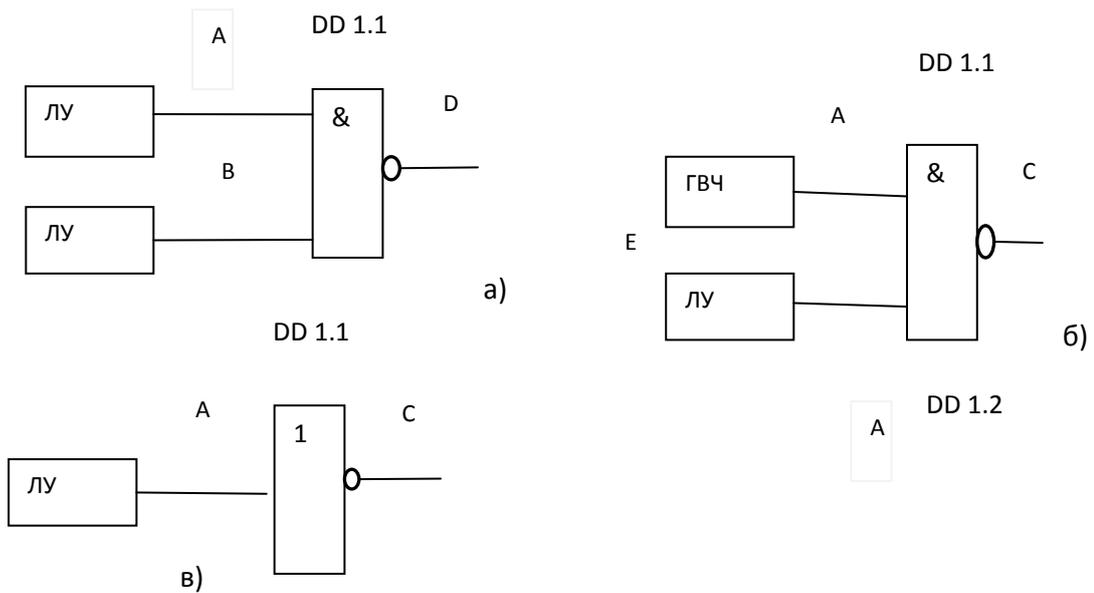

Рис. 1. Исследование логических элементов И-НЕ К155ЛА3 (а), ИЛИ-НЕ Л155ЛЕ1(б) и НЕ К155ЛН1 (в)
1. **Заполнить таблицу истинности** одного элемента каждой микросхемы (Рис.1.);